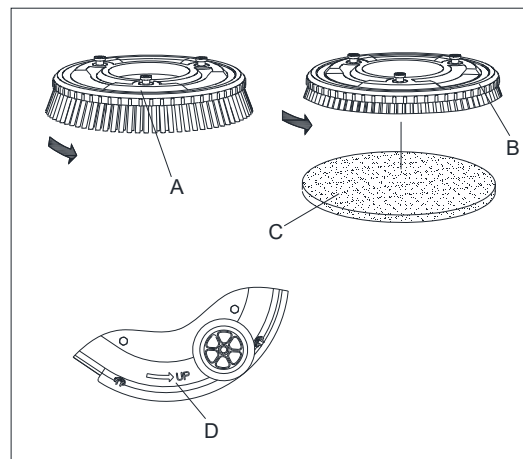

Рисунок 4
Установите подходящую щетку (А, Рисунок 4) или пэд (В и С, Рисунок 4) в зависимости от типа пола, который необходимо очистить.
2. Опустите держатель щеток и подушечки на пол подщеточный узел и выровняйте их по центру, затем поверните держатель щеток и подушечки в указанном направлении (D как Рисунок 4), чтобы вручную его установить.
3. Нажмите кнопку запуска (38 как Рисунок 2) на панели управления, поднимите щетки (9 как Рисунок 2) от пола вверх, затем нажмите кнопку спуска щеток (40 как Рисунок 2), чтобы автоматически опустить щетки. Повернув в обратном направлении (D как Рисунок 4), можно отсоединить держатель щеток и подушечки.